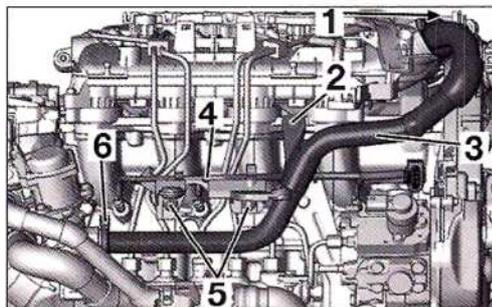

FIG. 58
- Separar el cableado de las bujías de precalentamiento (4) (Fig.58).